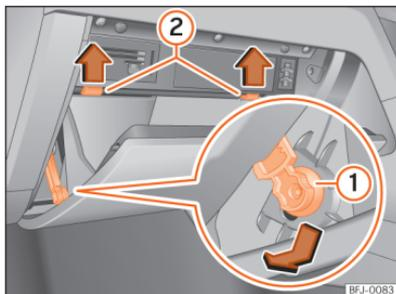

Fig. 229 Veículos com volante à direita: tampa da caixa de fusíveis do painel de instrumentos, no lado do passageiro.
- Desloque o elemento de bloqueio >>> Fig. 229 ① no orifício do suporte para baixo e retire-o para um lado.
- Pressione os pivôs superiores >>> Fig. 229 ② para cima, no sentido das setas, e ao mesmo tempo abra ainda mais o porta-luvas.
- Para montar o porta-luvas, coloque-o na posição adequada. Introduza o elemento de travagem no orifício do suporte e desloque-o para cima até ouvir o encaixe. Pressione o porta-luvas com cuidado para a frente, superando a resistência exercida pelos pivôs superiores >>> Fig. 229 ②.